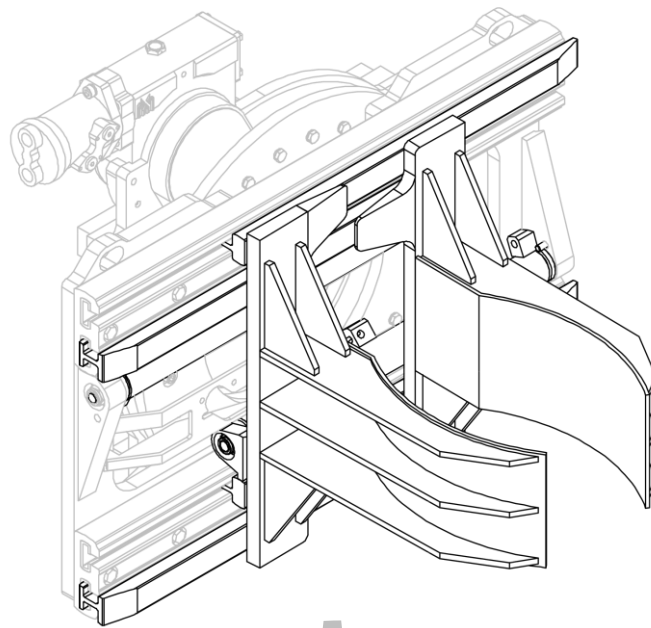
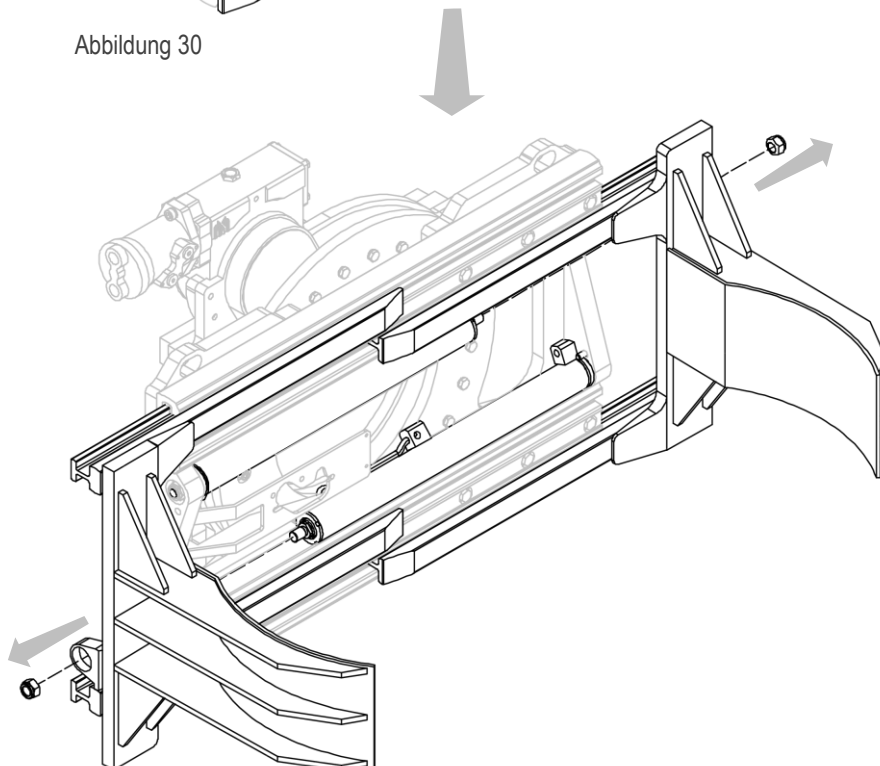

Abbildung 30
Abbildung 31
2. Lösen Sie die Muttern, mit denen die Gabelzinken an den Zylindern befestigt sind, und entfernen Sie sie zusammen mit den Spannbacken (siehe *Abbildung 30* und *Abbildung 31*).